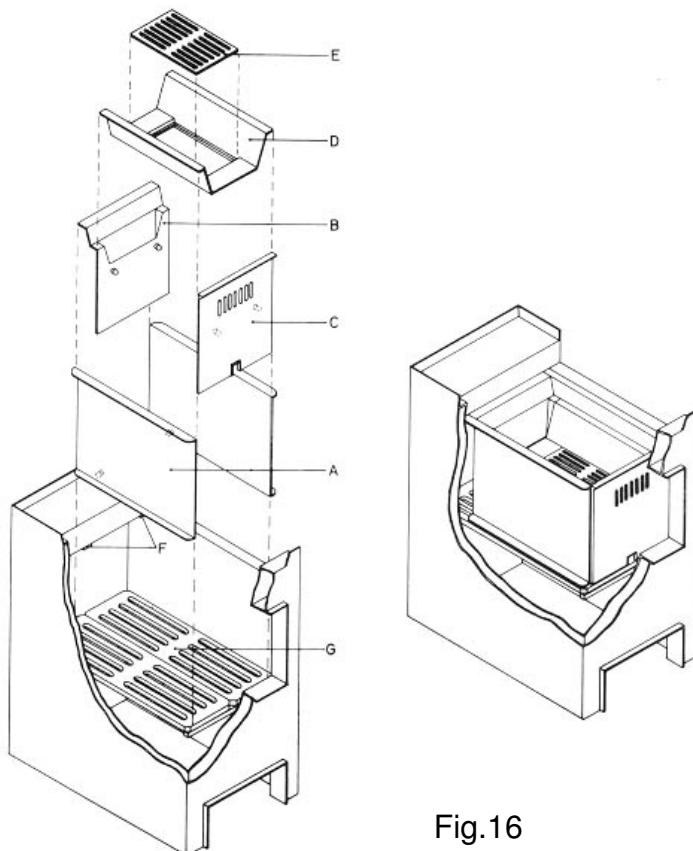

Fig.16
Si utilizza per ridurre la capienza del focolare di combustione e diminuire la potenza di riscaldamento dell'acqua, soprattutto in estate (fig.16).
3.-Sulla griglia "G", dentro la caldaia, collocare i laterali "A" su entrambi i lati della stessa, lasciando i perni interni nella parte inferiore posteriore, come indicato nella Fig.16.